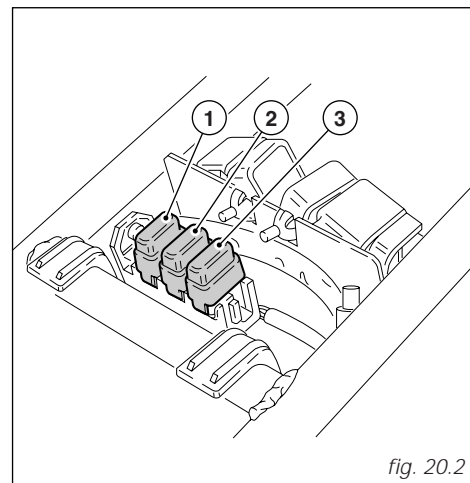
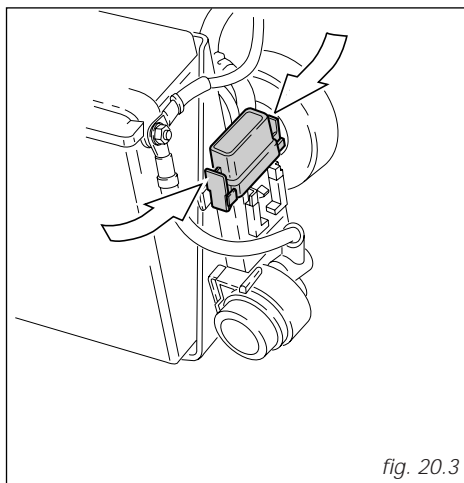
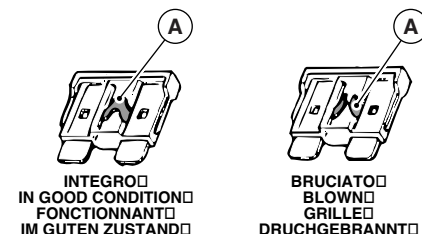

fig. 20.2
fig. 20.3
fig. 20.4
A protezione dei relè dell'impianto di iniezione vi sono tre fusibili (fig. 20.2) posizionati dietro alla centralina iniezione, rispettivamente da: (1) 7,5 A; (2) 20 A; (3) 7,5 A.
Il fusibile posto a lato della batteria (fig. 20.3) protegge il regolatore elettronico. Per accedere al fusibile è necessario rimuovere il cappuccio di protezione.
Un fusibile bruciato si riconosce dall'interruzione del filamento conduttore interno (A, fig. 20.4).
Injection relays are protected by three fuses (fig. 20.2) located behind the injection computer box with the following ratings: (1) 7.5 A; (2) 20 A; (3) 7.5 A.
The fuse located on a side of the battery (fig. 20.3) protects the electronic regulator. Remove the fuse cap to expose it.
A blown fuse is identified by the interrupted inner filament (A, fig. 20.4).
En tant que protection des relais du système à injection, il y a trois fusibles (fig. 20.2) placés derrière le boîtier injection, à savoir: (1) 7,5 A; (2) 20 A; (3) 7,5 A.
Le fusible placé à côté de la batterie (fig. 20.3) protège le régulateur électronique. Pour accéder au fusible il faut retirer le capuchon de protection.
On peut reconnaître un fusible fondu par la coupure de son filament intérieur de conduction (A, fig. 20.4).
Der Hauptsicherungskasten befindet sich auf der linken Rahmenseite hinter dem Scheinwerfer. Um an diesen Kasten gelangen zu können, müssen Sie die linke seitliche Schutzabdeckung, so wie auf Seite 169 beschrieben, abnehmen. Die eingesetzten Sicherungen sind nach dem Abnehmen des Schutzdeckels zugänglich. Auf diesem Deckel sind die Einbauordnung und der jeweilige Wert in Ampere angegeben. Es sind insgesamt 5 Sicherungen an die Anlage geschlossen. Drei davon sind Ersatzsicherungen. Zum Schutz der Relais in der Einspritzanlage wurden drei Sicherungen (Abb. 20.2) vorgesehen, die hinter dem Steuergehäuse der Einspritzung angeordnet sind und die folgenden Werte aufweisen: (1) 7,5 A; (2) 20 A; (3) 7,5 A. Die Sicherung auf der Batterieseite (Abb. 20.3) sorgt für den Schutz des elektronischen Reglers. Um an diese Sicherung gelangen zu können, müssen Sie deren Schutzkappe abnehmen. Eine durchgebrannte Sicherung ist anhand einer Unterbrechung des Glühdrahts ihres inneren Leiters erkennbar (A, Abb. 20.4).